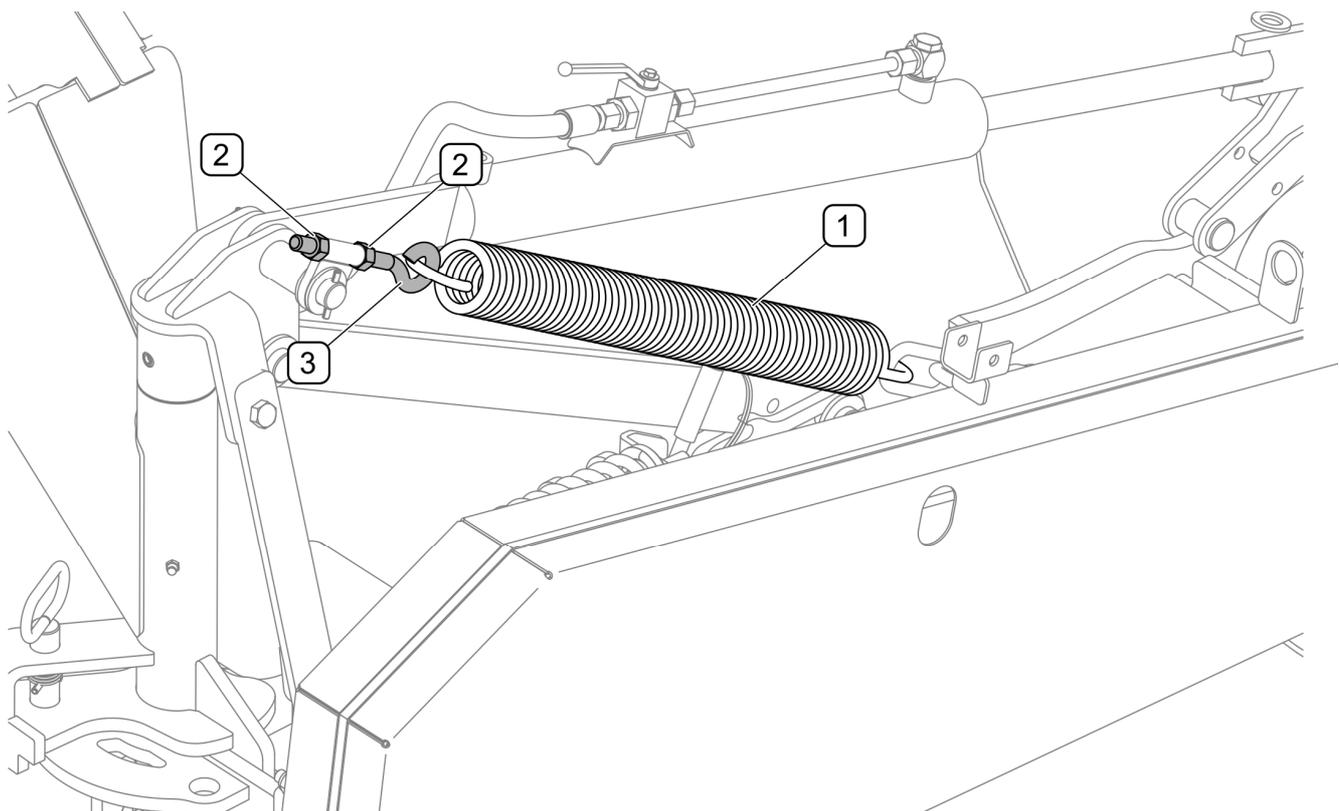

FIGURE 4.12 Réglage du ressort de décharge
(1) - ressort de décharge ; (2) - écrous de réglage ; (3) - tendeur ;
Le ressort de décharge (1) permet au groupe de coupe d'ajuster la pression du groupe de coupe sur le sol pendant le fauchage (FIGURE 4.12). En fonction du sol et du terrain, la valeur de pression peut être modifiée en modifiant la tension du ressort (1) à l'aide de l'écrou de réglage approprié (2) du tendeur (3).